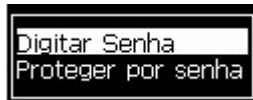
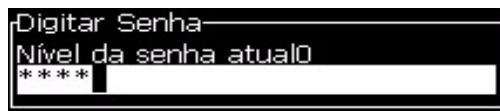

Figura 4-2: Digitar Senha
Figura 4-3: Senha do nível 0
- 2 Pressione *Alt + w*. Selecione a opção *Digitar senha* (veja Figura 4-2) e pressione a tecla *Enter*. Em alternativa, prima F3 na tela principal. A tela *Digitar senha* aparece (veja Figura 4-3).